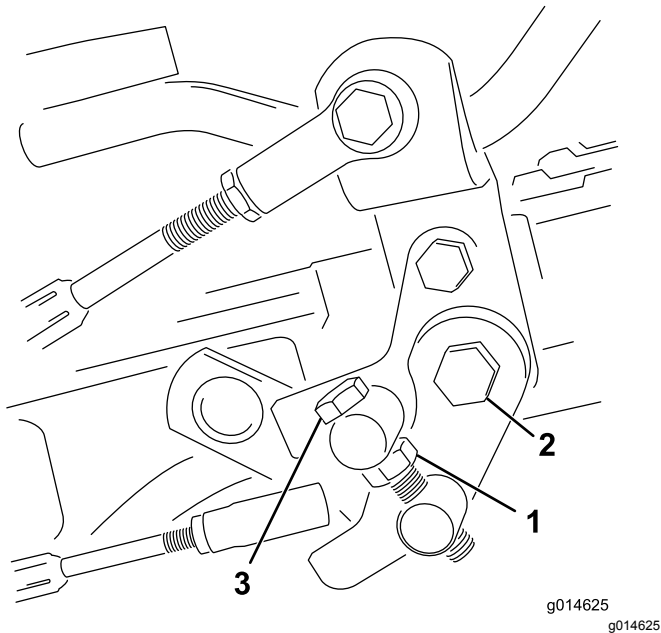

Bild 35
1. Lösen Sie die Klemmmutter an der Drehzapfenkopfschraube (Bild 35).
4. Ziehen Sie die Klemmmutter an der Drehzapfenkopfschraube und die Mutter am Pedalgelenk fest, um die Einstellung zu arretieren (Bild 35). Prüfen Sie die Einstellung und nehmen Sie ggf. eine weitere Einstellung vor.